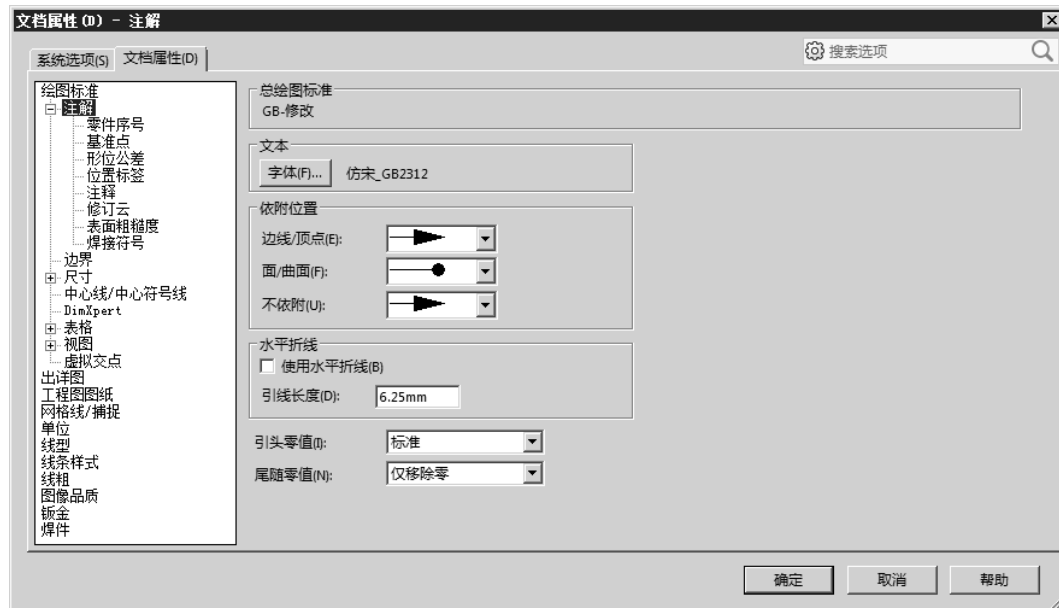

图 3.3.14 “文档属性 (D) - 注解”对话框
Step5. 在对话框左侧的选项区中选取 **注解** 选项, 在图 3.3.14 所示的对话框中单击 **字体(F)...** 按钮, 将其字体设置为“仿宋_GB2312”, 字高设置为“3.5”, 其他设置如图 3.3.14 所示。